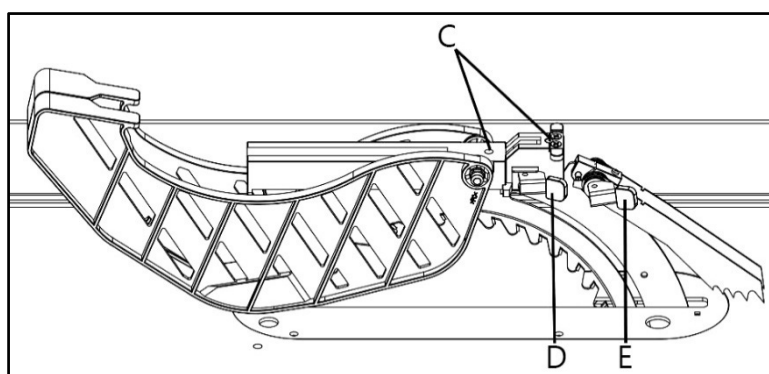

Рисунок 26
- Полностью опустите кожух на расклинивающий нож и прижмите защелки Е (рис. 26), чтобы закрепить кожух.
- Надавите на гребенку и прижмите защелки D и Е (рис. 26), чтобы закрепить.